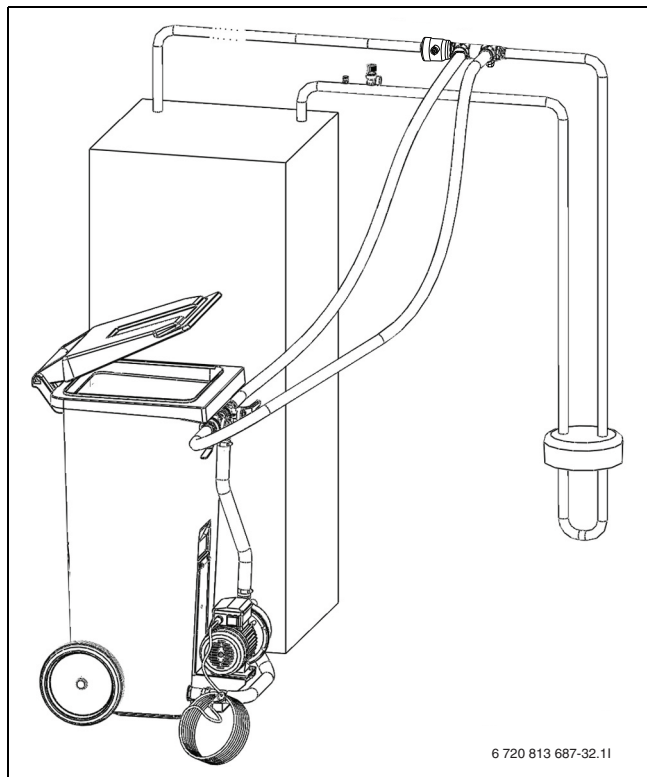

Bild 13 Fyllning med påfyllnadsstation
- ▶ Anslut två slangar från påfyllnadsstationen till påfyllnadssatsen (→ Bild 13).